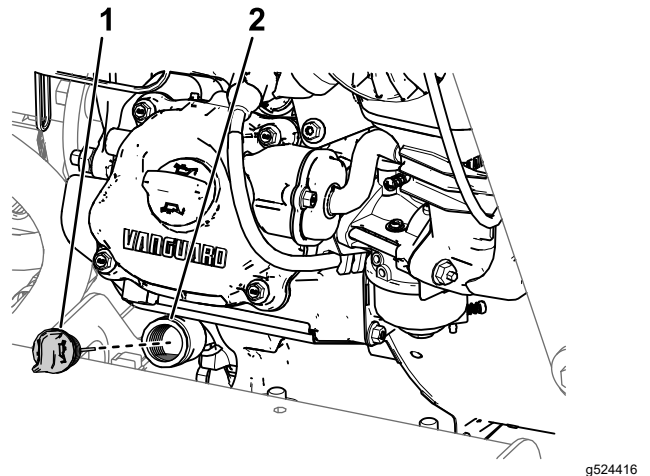

Figura 74
1. Retire la varilla del cuello de llenado en el motor y limpie la varilla con un trapo (Figura 74).
2. Vierta lentamente 0.85 litros (30 onzas fluidas) de aceite del tipo especificado en el cárter del motor por el cuello de llenado (Figura 74).
6. Apriete la varilla a mano en el cuello de llenado (Figura 74).